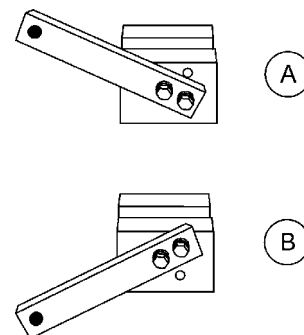

Abb. 45. Vorbereiten der Justiervorrichtung
2. Schwenkarm der Vorrichtung in korrekte Position (oben oder unten) entsprechend Drehrichtung des Flügelarms bringen, siehe Abb. 45.
Für Arme mit Drehrichtung IM UHRZEIGERSINN muss sich der Schwenkarm der Vorrichtung in der OBEREN Position befinden (A in Abb. 45). Für Arme mit Drehrichtung ENTGEGEN DEM UHRZEIGERSINN muss sich der Schwenkarm der Vorrichtung in der UNTEREN Position befinden (B in Abb. 45).